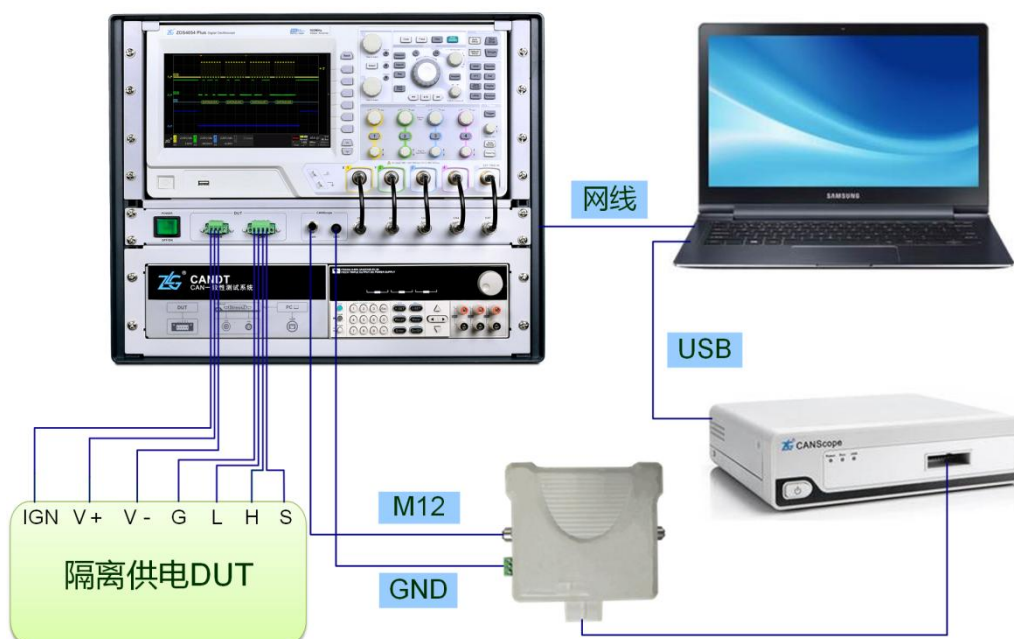
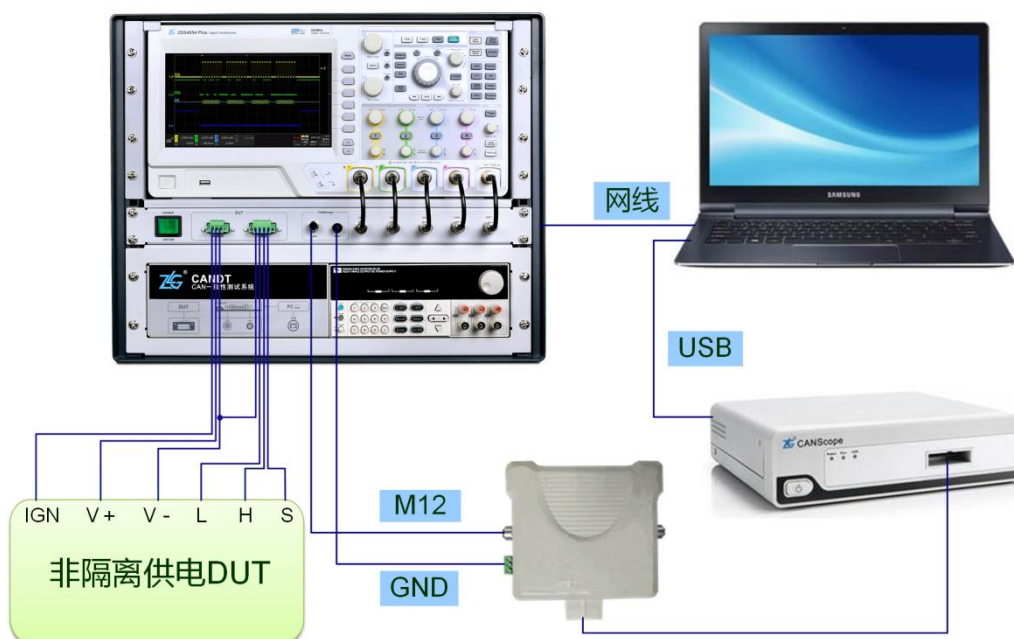

图 4.1 隔离供电 DUT 设备测试连接图
图 4.2 非隔离供电 DUT 设备测试连接图
由于有隔离供电 DUT 设备和非隔离供电 DUT 设备之分，所以，环境连接的方法可分为 2 种，如图 4.1、图 4.2 所示：
2、当非隔离供电 DUT 引出 CAN-GND 时，可参考图 4.1 进行环境连接；当非隔离供电 DUT 未引出 CAN-GND 时，请参考图 4.2 进行环境连接，注意在此情况下，可以只接入 V-，但一定要将 CANDT 接口的 V-和 GND 连接到一起，否则将不能正常测试输出电压；